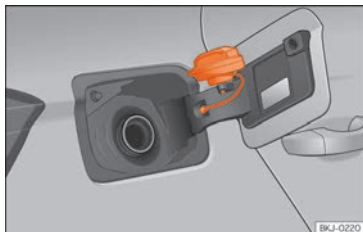

Fig. 273 Sportellino del serbatoio con all'interno il tappo.
- Collocarlo nello spazio della cerniera dello sportellino aperto » **fig. 273**.